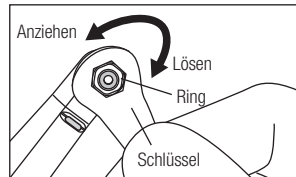

Abb. 10
- 1) Den Ring lösen und den Antrieb abnehmen. (Abb. 10)